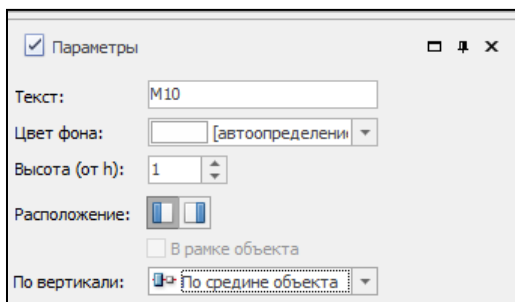

Рис. 6.13
21. Выделите строку **Объект** и выберите команду **Номер маршрута**. Назначьте параметры добавленного номера маршрута в соответствии с рис. 6.13.